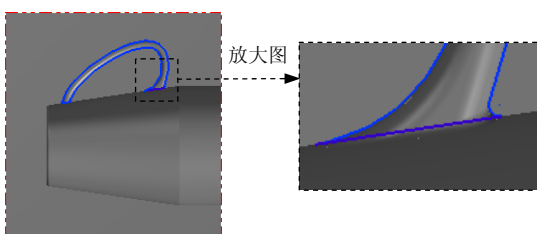

图 21.49 边界 4
Step4. 绘制边界 4。具体操作参照 Step3，结果如图 21.49 所示。